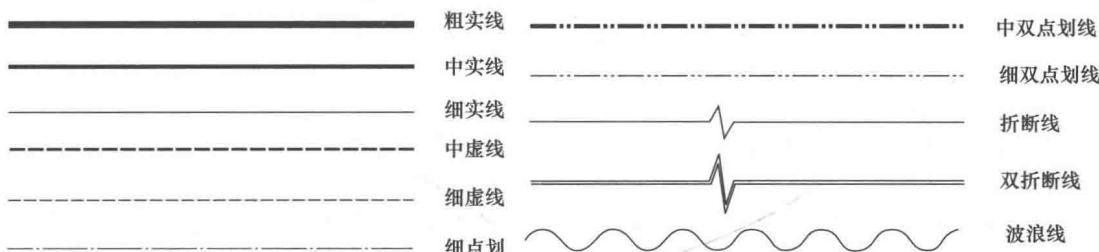

图 1.13 常用建筑 CAD 制图图线
1.0mm、1.4mm、2.0mm 线宽系列中根据需要选取使用；该线宽系列的公比为  $1:\sqrt{2} \approx 1:1.4$ ，粗线、中粗线和细线的宽度比率为  $4:2:1$ ，在同一图样中同类图线的宽度一致，如表 1.2 所列，线型则有实线、虚线、点划线、折断线和波浪线等类型，如图 1.13 所示。